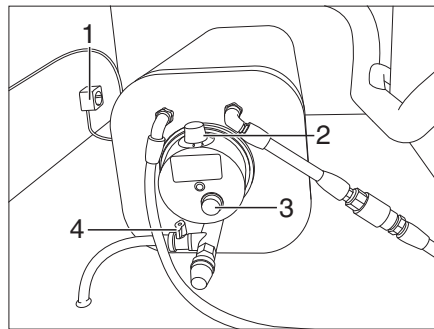

Bild 182 Boiler
- Rotes Entleerungsventil (Bild 182,4) schließen.
- Boiler an der 230-V-Steckdose (Bild 182,1) einstecken.
- Boiler einschalten (Bild 182,2).
Die rote Kontroll-Leuchte (Bild 182,3) am Boiler leuchtet.
- Thermostat (Bild 182,2) laut Herstellerangaben einstellen.
- Rotes Entleerungsventil (Bild 182,4) öffnen.